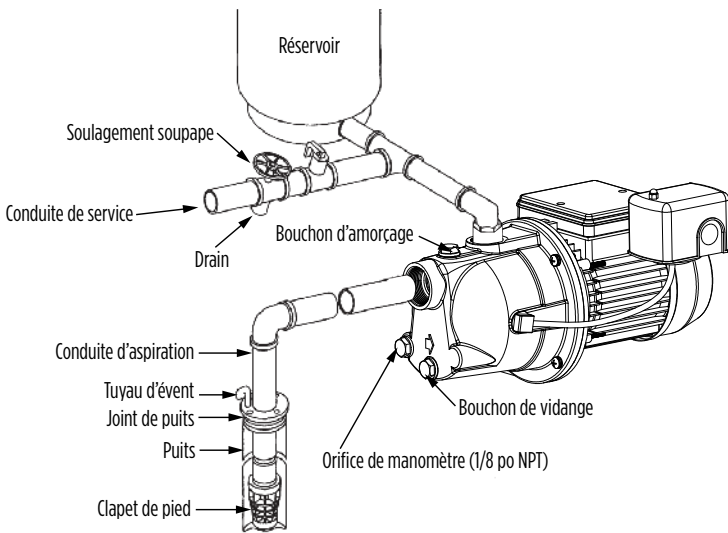
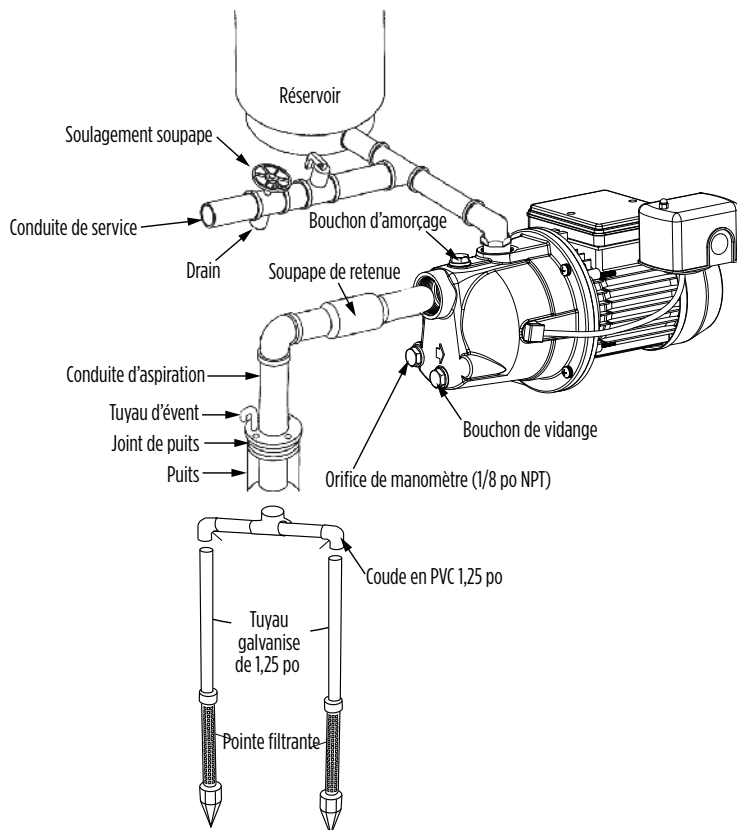

Figure 3 - Puits peu profond
Figure 5 - Puits peu profond
Il est recommandé de n'utiliser qu'un tuyau ou un boyau neuf de 1¼ po (31,75 mm). Si la pompe se trouve à une certaine distance du point d'eau, il faudrait accroître le diamètre de la conduite et se servir d'un tuyau de 1½ po (38,1 mm). Les sections horizontales de tuyauterie seront graduellement inclinées vers le haut, depuis la source d'eau jusqu'à la pompe, pour éviter la formation de poches d'air dans la canalisation. Un lubrifiant de filetage doit être utilisé sur tous les joints du tuyau et les connexions doivent être bien serrées. **Un clapet de pied ou une soupape de retenue doit être installé et vérifié** pour détecter toute fuite qui empêcherait le bon fonctionnement du système. Disposer le clapet de pied de façon à ce qu'il soit immergé en tout temps. Si une pointe filtrante est utilisée, installer un clapet de retenue près du tuyau d'aspiration de la pompe au lieu de clapet de pied (consultez la section intitulée « **Installation typiques** », Figure 5). **Toutes les installations doivent avoir un clapet de pied ou une soupape de retenue dans le tuyau d'aspiration.**
11. Le manomètre n'est pas fourni de la pompe. Il doit être installé dans le trou de 1/8 po NPT, placé sur la surface de devant du corps de la pompe, de l'autre côté où est placé le manostat (consultez la section intitulée « **Installations typiques** », Figures 3, 4, 5, ou 6).
Pour les installations dans des puits peu profonds, un seul tuyau est utilisé pour relier la pompe à la source d'eau. Cette pompe peut être utilisée pour les puits forés à la sondeuse (voir Figures 3, 4, ou 6) ou les puits tubulaires (voir Figure 5). Les puits forés à la sondeuse sont des trous creusés dans le sol par des foreurs de puits professionnels à l'aide de gros appareils de forage. Les puits tubulaires (également appelés puits à pointe filtrante) utilisent des pointes filtrantes, soient de longs tubes pointus munis d'un filtre permettant à l'eau de pénétrer à l'intérieur du tuyau, tout en retenant le sable et les sédiments. Le niveau d'eau dans un puits foré à la sondeuse est relativement élevé ou près du niveau du sol (maximum de 30 pi [9,1 m]). Poursuivez le processus approprié d'installation pour puits peu profonds.
7. Le manomètre n'est pas fourni de la pompe. Il doit être installé dans le trou de 1/8 po NPT, placé sur la surface de devant du corps de la pompe, de l'autre côté où est placé le manostat (consultez la section intitulée « **Installations typiques** », Figures 3, 4, ou 6).
9. Utilisez le tube de PVC restant de l'étape (4). Lissez l'arête de coupe à l'aide d'une lime ronde. Assurez-vous que le tuyau est propre et exempt de particules de tubes ou de pièces, car celles-ci pourraient s'introduire dans la pompe et endommager l'impulseur. Fixez une extrémité du tuyau à l'adaptateur installé à l'entrée d'aspiration. Assurez-vous qu'aucune fuite n'est présente. **Tous les raccords et joints doivent être étanches à l'air. Une petite fuite de la taille d'un trou d'épingle pourrait entraver le bon fonctionnement de la pompe.**
1. Enfoncez la pointe filtrante dans le sol en suivant les instructions qui l'accompagnent. Celle-ci doit être enfoncée assez profondément pour traverser la formation aquifère sous le niveau phréatique, mais cette profondeur ne devrait pas dépasser 25 pi (7,6 m). Une seule pointe filtrante pourrait ne pas fournir la quantité d'eau requise. Il est donc parfois nécessaire d'utiliser plus d'une pointe filtrante afin d'accroître l'alimentation en eau. Deux pointes filtrantes distinctes peuvent être reliées à l'aide de tuyaux additionnels et d'un joint transversal (voir Figure 5).
8. Le manomètre n'est pas fourni de la pompe. Il doit être installé dans le trou de 1/8 po NPT, placé sur la surface de devant du corps de la pompe, de l'autre côté où est placé le manostat (consultez la section intitulée « **Installations typiques** », Figure 5).
9. Installez un adaptateur mâle en acier galvanisé de 1/4 po dans l'entrée d'aspiration de la pompe. Ne serrez pas de façon excessive, car les raccordements pourraient se fissurer. Mesurez la distance entre cet adaptateur et le clapet anti-retour installé à l'étape (6). Coupez un tuyau en PVC de 1/4 po de cette longueur. À l'aide d'une lime ronde, lissez l'arête de coupe. Assurez-vous que le tuyau est propre et exempt de copeaux de tubes ou de toute pièce quelconque, car ceux-ci pourraient s'introduire dans la pompe et endommager l'impulseur. Fixez le tuyau de 1/4 po en PVC à l'adaptateur et ensuite au clapet anti-retour. Assurez-vous qu'aucune fuite n'est présente. **Tous les raccordements et joints doivent être étanches à l'air. Un orifice de la taille d'un trou d'épingle pourrait entraver le bon fonctionnement de la pompe.**